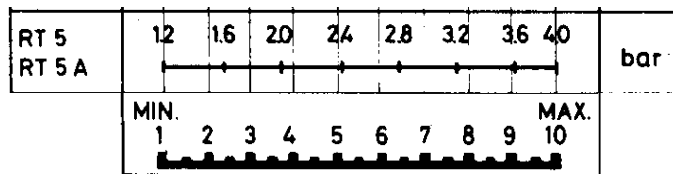

Fig. 4
- a) Rotiti butonul (1) pana cand indicatorul scarii (2) se pozitioneaza la valoarea presiuni la care se doreste repornirea arzatorului;
- a) Demontati capacul presostatului si pozitionati tamburul (3) la valoarea aleasa pentru diferential (oprirea arzatorului) in baza diagrammi din Fig. 4.